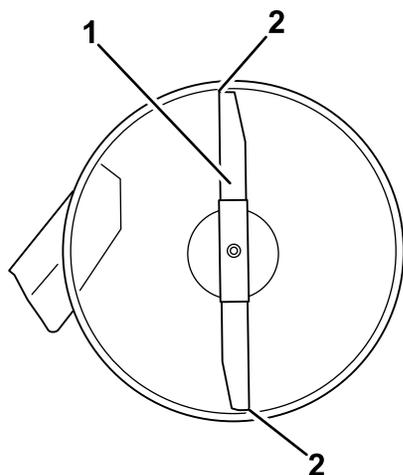

Figure 53
4. Faites pivoter les lames avec précaution pour faire passer les pointes avant à l'arrière (Figure 53).
5. Mesurez la distance entre la pointe de la lame avant et la pointe de la lame arrière par rapport à la surface plane (Figure 53). Si la pointe avant de la lame n'est pas de 1,6 à 7,9 mm plus basse que la pointe arrière, réglez le contre-écrou avant.
8. Une fois le réglage effectué, vérifiez à nouveau l'inclinaison avant/arrière des lames. Poursuivez le réglage de l'écrou jusqu'à ce que la pointe avant de lame soit de 1,6 à 7,9 mm plus basse que la pointe arrière (Figure 53).